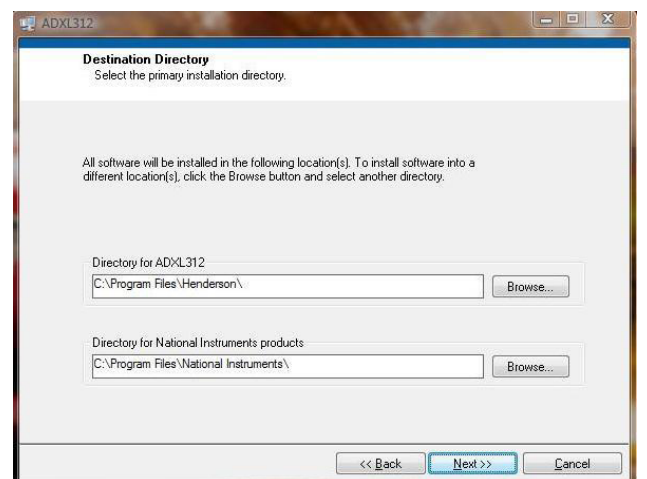

図 13. インストール先ディレクトリの選択
1. **Destination Directory** を選択します (図 13 を参照)。各フィールドでは、デフォルト値をそのまま設定することをお勧めします。